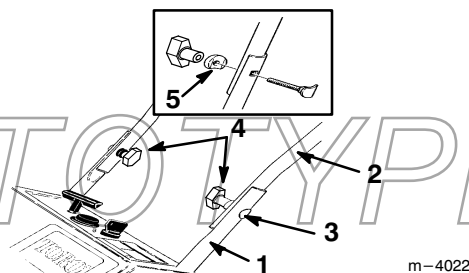

Figure 3
1. Loger les bouts du mancheron supérieur dans les creux de la face intérieure du mancheron inférieur, et aligner les trous (Fig. 3).
2. Fixer le mancheron supérieur au mancheron inférieur à l'aide des boulons à tête ovale, rondelles bombées et boutons (Fig. 3).
**Remarque :** Veiller à orienter correctement les boulons à tête ovale et les rondelles bombées (voir le détail de la Figure 3).